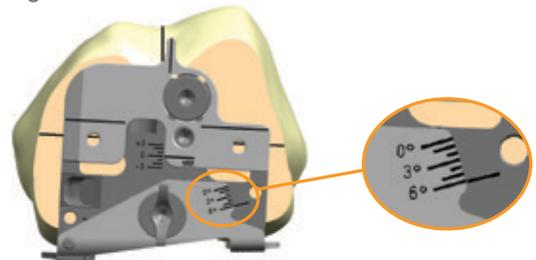

Figura 14
- 4 Verificare che la paletta laterale corrisponda al condilo laterale posteriore. Iniziare con la paletta impostata a 3°. Spostarsi da 3°, ruotando, se si desidera far corrispondere l'asse AP o epicondolare o se si desidera bilanciare il gap di flessione mediale e quello laterale (Figura 14).